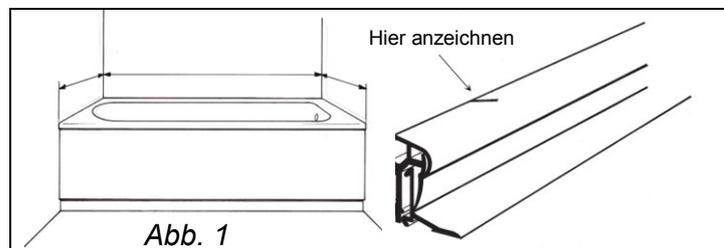

Abb. 1
- Messen Sie die Stelle(n) an der Wand, die abgedichtet werden soll(en), exakt ab. Übertragen Sie die Längen auf den oberen hinteren Rand der zusammengefügte TeleSeal Leiste wie in **Abb. 1** und zeichnen Sie an.
Die Abb. 1 bis 5 entnehmen Sie bitte der Seite 1.